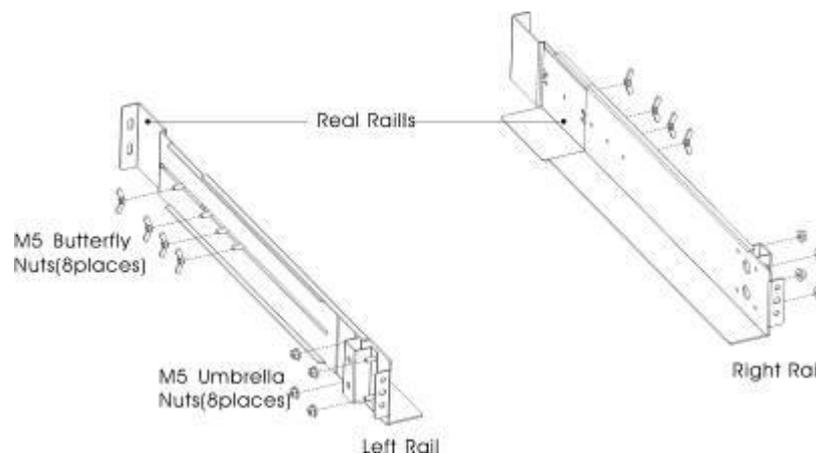

Abbildung 1
(1) So installieren Sie die Schienen:
- a) Montieren Sie die linke und rechte Schiene an den hinteren Schienen, wie in Abbildung 1 gezeigt. Ziehen Sie die Schrauben nicht fest. Passen Sie die Größe jeder Schiene an die Tiefe Ihres Racks an.
- c) Ziehen Sie vier M5-Muttern an der Seite der Schienenbaugruppe fest (siehe Abbildung 1).